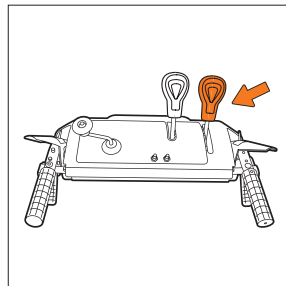

Рис. 18
- Установите рычаг выбора передач на панели управления во вторую заднюю скорость (Рис. 18).